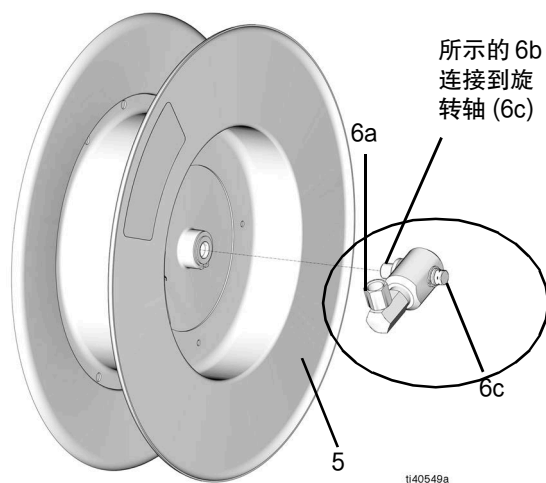

图 19
5. 将软管从旋转接头 (6 - 包含 6a、6b 和 6c) 上完全卸下并将其放在一边以备以后安装在新转轴上。(图 19)。
6. 拧松转轴 (6c) 以便将旋转接头 (6) 从转轴 (5) 拆除 (图 19)。